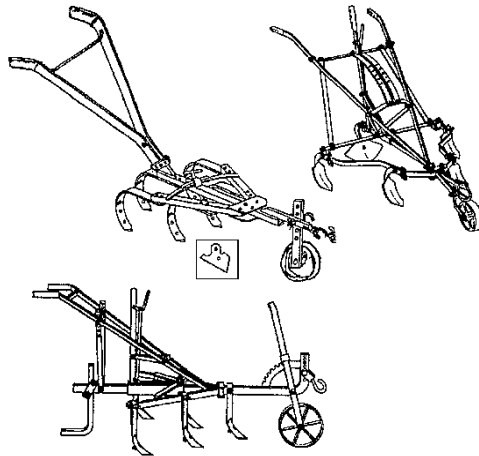

fig 8: Diversi tipi di strigiatori.
- **Aratro** (fig 8): viene utilizzato per allentare il terreno, controllare le erbe infestanti, seppellire il letame, concimi verdi o per coltivare la terra. Se il terreno non è duro, si inizia arando durante la stagione secca in modo da poter cominciare a piantare non appena le piogge sono costanti. Sui terreni duri cominciamo ad arare appena le piogge ammorbidiscono il terreno. Ci sono due metodi per arare, sia dal centro verso i bordi e (rivestimento) del campo (figura 9), o dai bordi verso centro. La profondità viene mantenuta fra 0 e 20 cm. L'aratro ha anche effetti negativi come l'erosione e la perdita di materia organica del suolo.